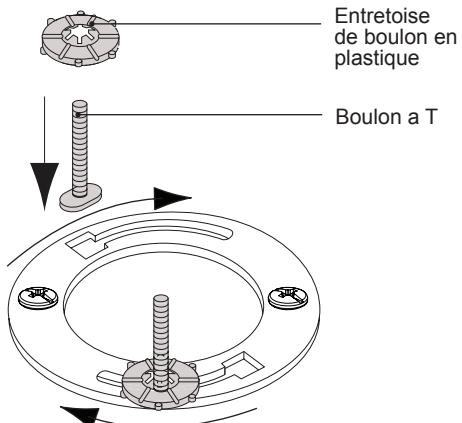

Figure 2
- ① Avant d'installer un joint de cire neuve, installer la bride T-boulons et d'écrous bol sur la bride du WC (Figure 2).
- ② Placez la tête plate de la T-boulon dans l'ouverture sur la bride de sol.
- ③ Faites glisser le T-vis le long du canal bride de sol jusqu'à ce qu'il s'arrête à la fin de la chaîne et est assis à la verticale (vers le haut et vers le bas).
- ④ Thread sur le spacer bol en plastique jusqu'à ce qu'il soit posé sur la bride de sol.